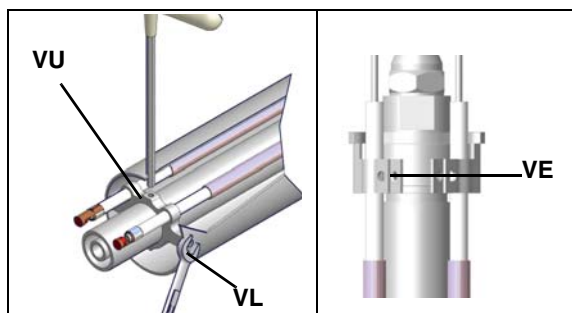
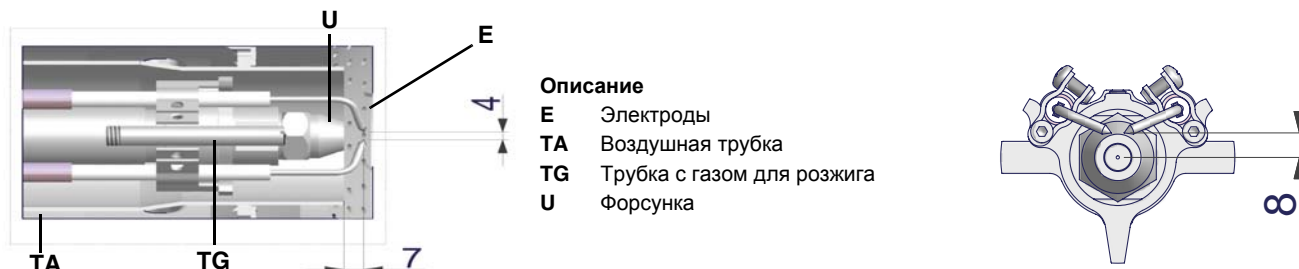

Рис. 34.
Рис. 35
**ВНИМАНИЕ:** для того, чтобы отрегулировать положение форсунки относительно воздушной трубки (Рис. 35), воздействовать на винт **VU**, после закрепления винта **VL** (Рис. 34).
Отрегулировать положение электродов и форсунки, соблюдая размеры, указанные на Рис. 35.